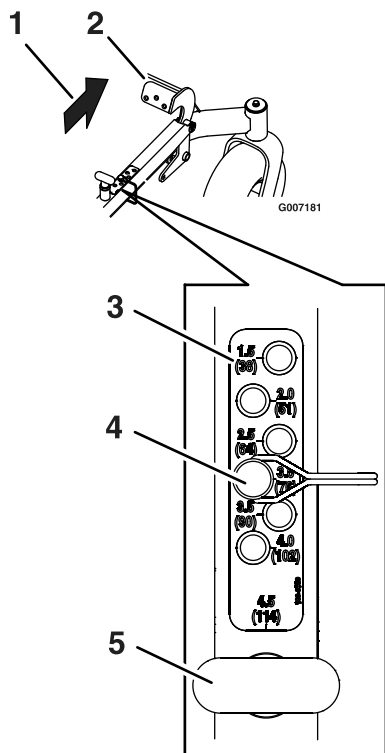

Bild 16
1. Schieben Sie das Pedal nach vorne, um das Mähwerk in die Transportstellung anzuheben (Schnitthöhe 11,4 cm) (Bild 16). Der gefederte Transportstift wird automatisch aktiviert und rastet ein.